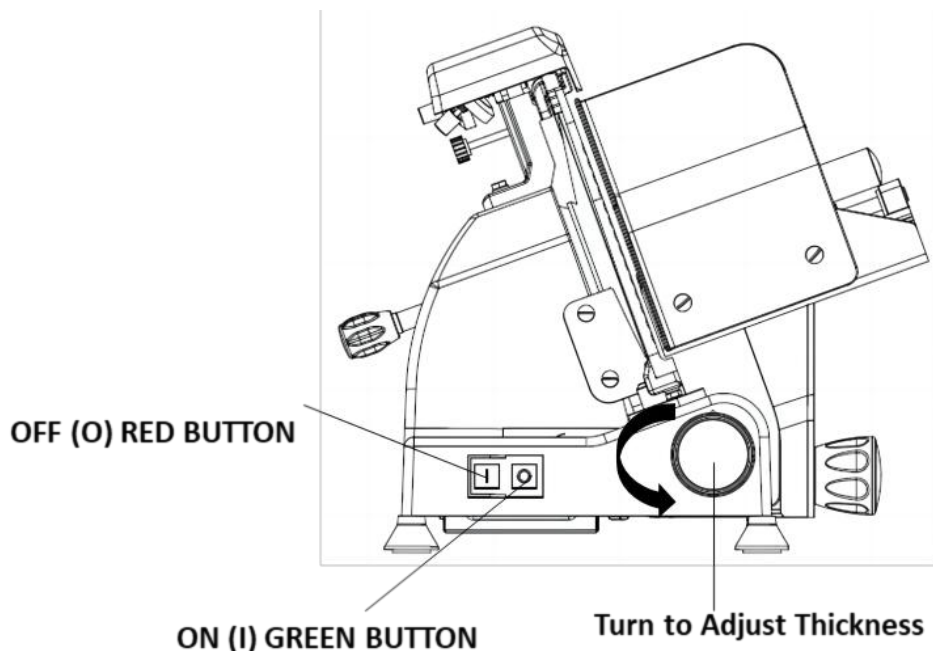

Fig. 2
5. Om de vleessnijmachine AAN te zetten, drukt u op de groene "I"-knop. (Zie Afb. 2)
6. Om de vleessnijder UIT te zetten, drukt u op de rode "O"-knop. (Zie Afb. 2)
12. Als u klaar bent, zet u de vleessnijder op "UIT" (0) door op de rode knop te drukken. (Zie Afb. 2)